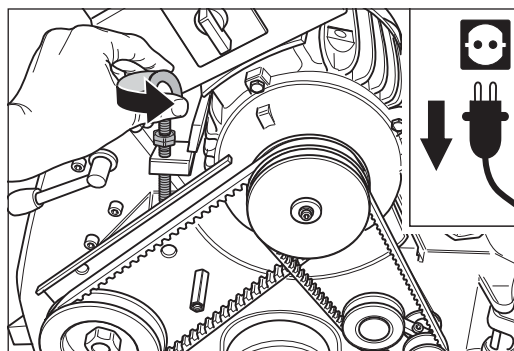

Abb. 51 Die Ringschraube am Motor gegen den Uhrzeigersinn drehen.
- 6 Drehen Sie die Ringschraube am Motor gegen den Uhrzeigersinn (Abb. 51). Dadurch werden die Keilriemen entspannt.